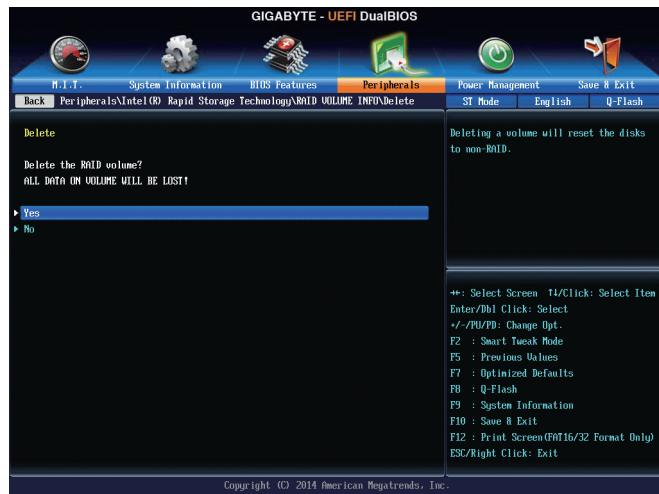

図8
RAIDアレイを削除するには、**Intel(R) Rapid Storage Technology**画面において削除するボリューム上で`<Enter>`を押します。**RAID VOLUME INFO**画面に入ったら、**Delete**で`<Enter>`を押してDelete画面に入ります。**Yes**で`<Enter>`を押します(図8)。